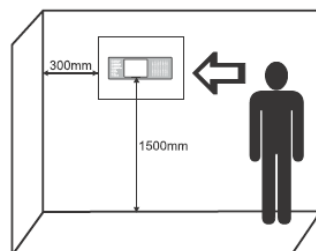

Abbildung 7A
- Wählen Sie einen passenden Ort für die Zentrale (Abbildung 7A), der von Heizgeräten, Staubanhäufung und Wasseranschlüssen entfernt liegt. Die Raumtemperatur muss zwischen -5°C und $+50^{\circ}\text{C}$ liegen. Hinweis: Die Zentrale ist nicht wasserfest!